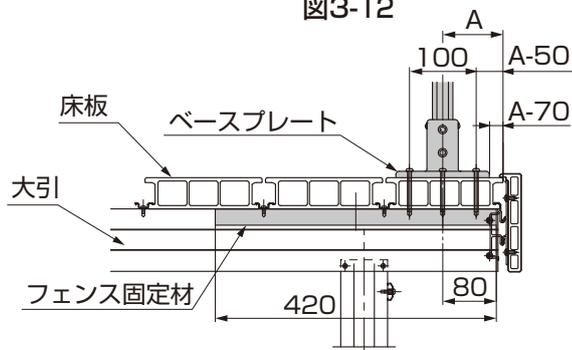

図3-14
- 片側を大引に固定して立てる場合、大引間に立てる場合には、図3-12、図3-13、図3-14、図3-15を参照して取付けてください。
- 図3-14のA寸法値の最小値は90mmです。
- 図3-14のA寸法の最大値は、フェンス固定材に手が届く約400mmの範囲内で自由に設定することができます。